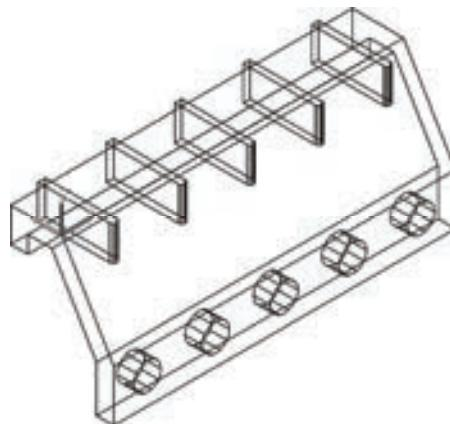

图 11-78 阵列拉伸的实体
19) 阵列拉伸的实体。将拉伸形成的实体，进行 1 行、5 列、1 层的矩形阵列，列间距为“40”。阵列结果如图 11-78 所示。